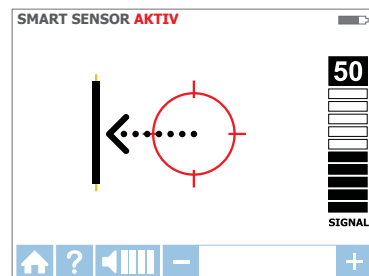

Abbildung 3.1e:
4. Bewegen Sie den Empfänger in die vom Pfeil auf dem Bildschirm angezeigte Richtung (Abbildung 3.1e).